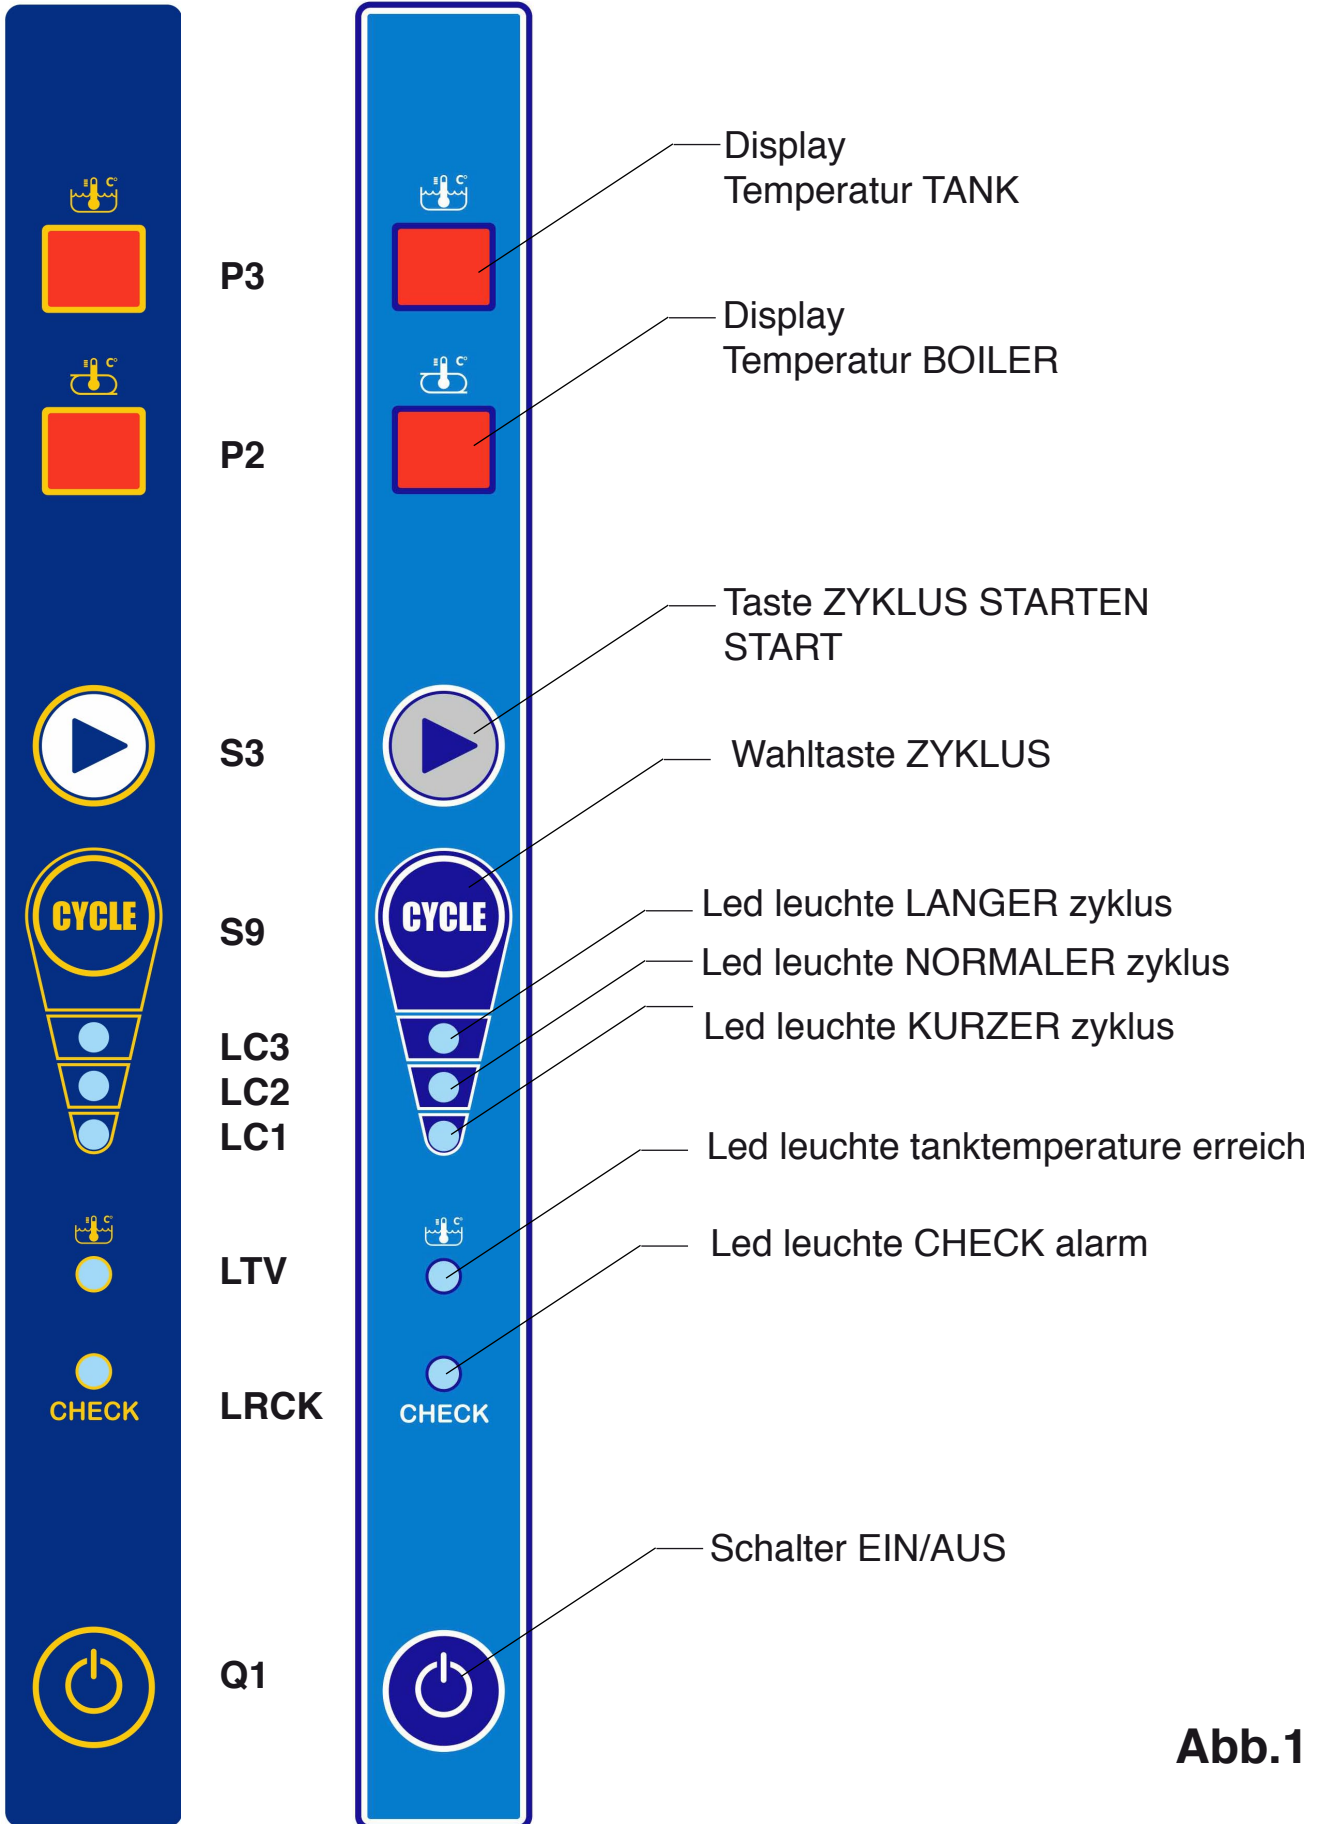

Abb.1
2.1.a Einschalten und Vorbereiten des Geräts (Abb.1)